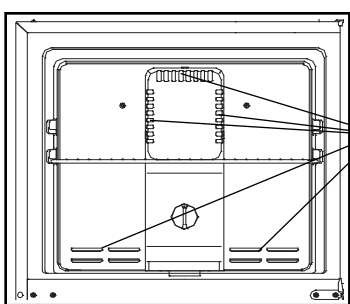

Fig.7.
- 4) Retirez les pièces de la charnière centrale comme le montre l'illustration de la charnière centrale. Soulevez la porte du réfrigérateur pour la séparer du meuble. **Figure 7.**
- Ne placez pas la nourriture sur la bouche d'air, et laissez les espaces pour le flux d'air. (voir Fig.7.)